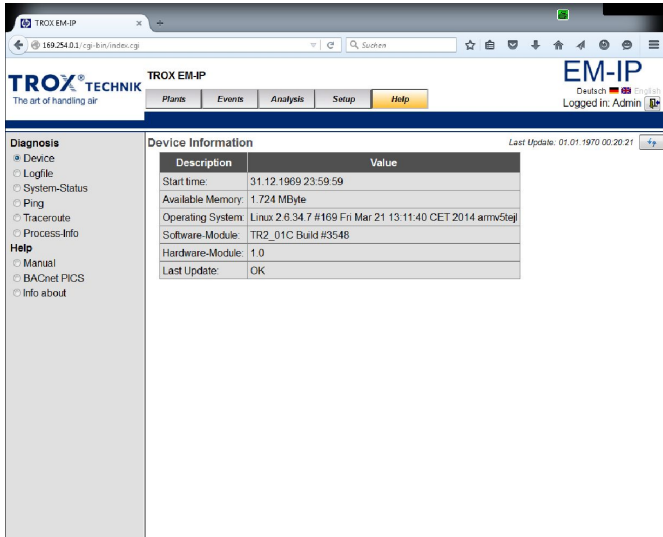

Fig. 45 : Aide (exemple)
- ⇒ Le menu « Aide » (Fig. 45) s'affiche.